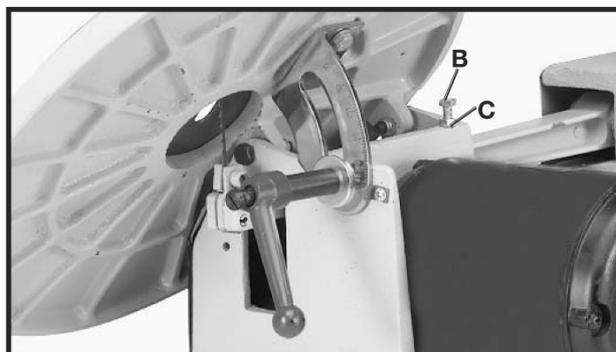

Fig. 32
3. Se a bancada não fizer um ângulo de 90 graus com a lâmina, ajuste a bancada de modo a certificar-se de que o parafuso (B) - Fig. 32 está em contato com a superfície da bancada quando a bancada fizer um ângulo de 90 graus com a lâmina. O parafuso (B) pode ser ajustado afrouxando-se a porca (C), o parafuso de rosca (B) para dentro ou para fora na distância desejada e apertar a porca (C).